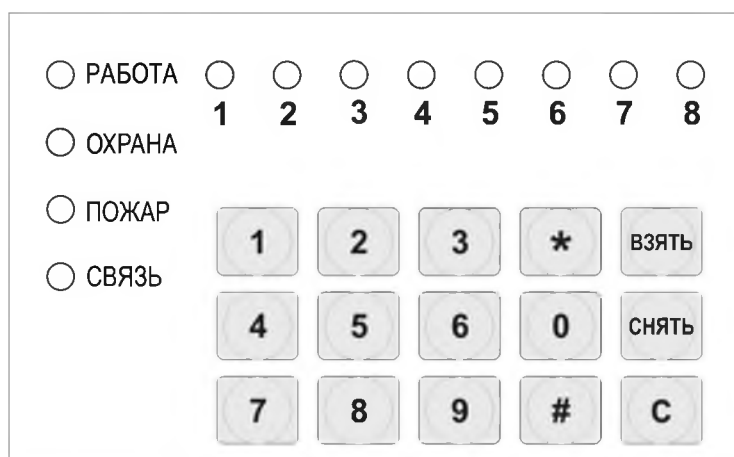

Рисунок 2. Вид передней панели контроллера для варианта исполнения Приток-А-КОП-02.2
- четыре светодиодных индикатора **«1» - «4»**, предназначенные для отображения состояния шлейфов сигнализации (в варианте исполнения Приток-А-КОП-02.2 ЛИПГ. 423141.022-02 на передней панели расположено восемь светодиодных индикатора **«1» - «8»** рисунок 2).
Питание шлейфов может осуществляться как от внешнего РИП, так и от источника питания встроенного в контроллер (перемычка X14). Встроенный источник питания имеет 2 режима: 12В и 24В (перемычка XP1) (см приложение 1 рисунок 2).